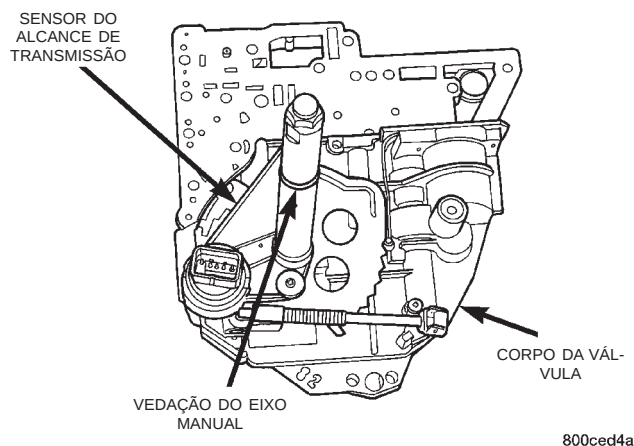

Fig. 18 Corpo da Válvula C/TRS
- (6) Levante o veículo.
- (7) Remova cuidadosamente o cárter de óleo da transmissão e drene o fluido.
- (8) Remova o filtro de óleo da transmissão. Deixe que o óleo da transmissão drene completamente.
- (9) Remova os parafusos de fixação do corpo da válvula.
- (10) Extraia a haste de estacionamento do suporte guia e remova o corpo da válvula da transmissão.
- (11) Coloque o corpo da válvula em uma bancada (Fig. 18).